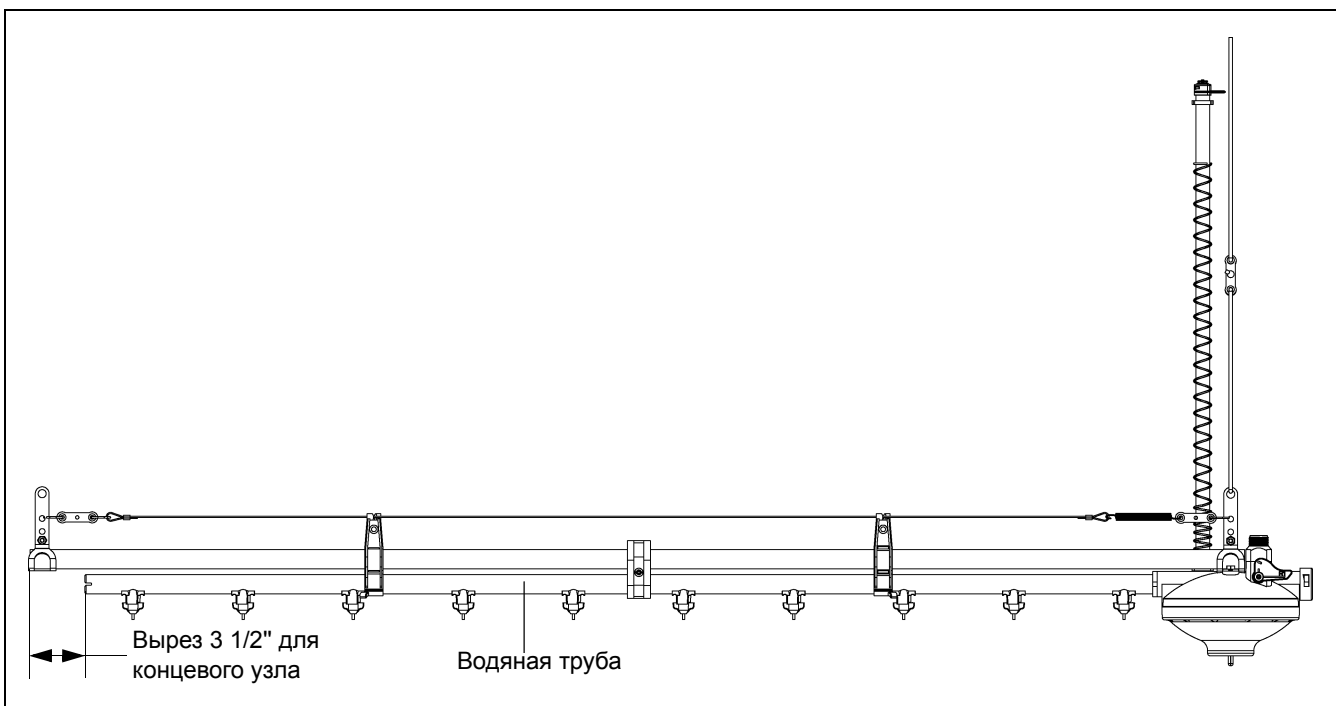

Рисунок 6I
6. Установите последнюю часть водяной трубы и отмерьте назад 3 1/2" от опорной трубы и сделайте отметку на трубе. Снимите трубу и отрежьте по метке. Вновь установите ее. Это обеспечит пространство для концевой узла. (См. Рисунок 6I.)